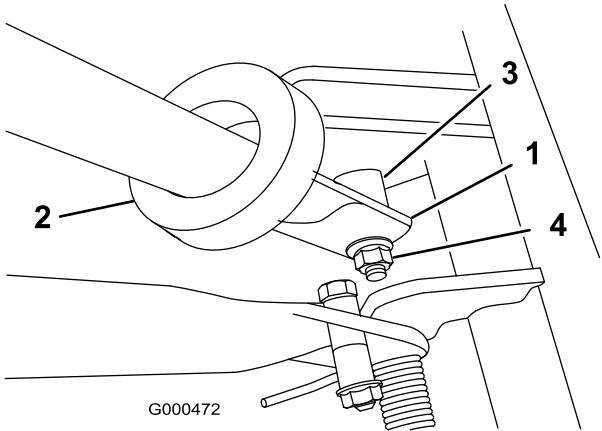

Figura 5
2. Inserite le estremità della stegola nelle fessure dei bracci di supporto della stegola (Figura 5).